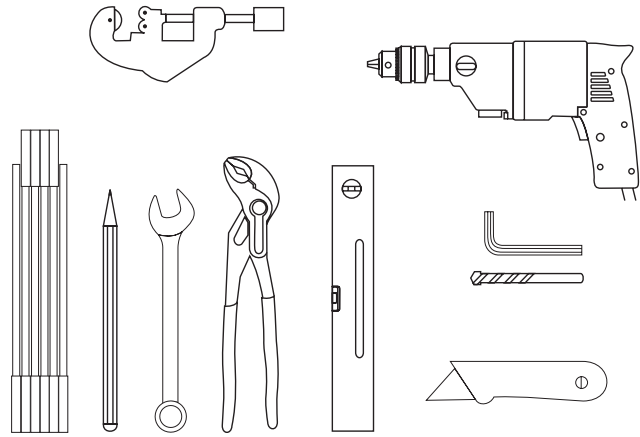

Bild 5 Werkzeug für CIRCO 5 Montage
- Das Werkzeug brauchen Sie für die Montage der CIRCO 5 Solarkreisstation: Bohrmaschine, Steinbohrer, Rohrzange, Maulschlüssel etc. (Bild 5).